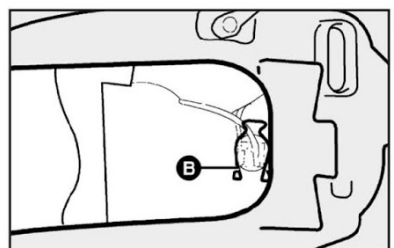

fig. 29
3) retirar o porta-lâmpada pressionando as presilhas B-fig. 29 abrindo-as lateralmente;